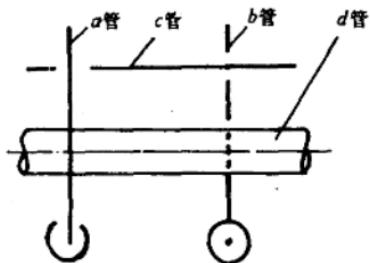

图 1-20 多根管线交叉的平面图
(2) 多根管线交叉 见图1-20，从图中可以看出c管低于a管而高于b管，d管低于a管而高于b管。因此，a管最高，b管最